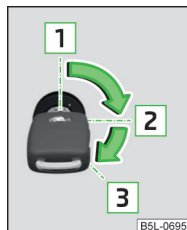

Fig. 87
**Bilnøgles positioner i tændingslåsen » Fig. 87**
- Drej nøglen til position **3** » Fig. 87 på side 70; startforløbet påbegyndes. Slip så nøglen. Motoren starter automatisk.
- Drej nøglen til position **1** » Fig. 87 på side 70.